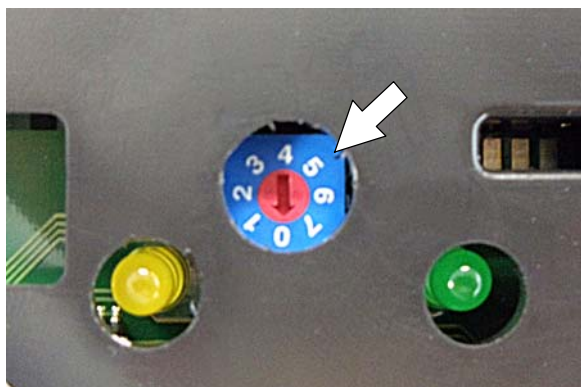

ABB. 78
3. Drehen Sie das Wählrad mit einem kleinen Standard-Schraubendreher entsprechend der folgenden Tabelle auf den passenden Batterietyp (Abbildung 78).